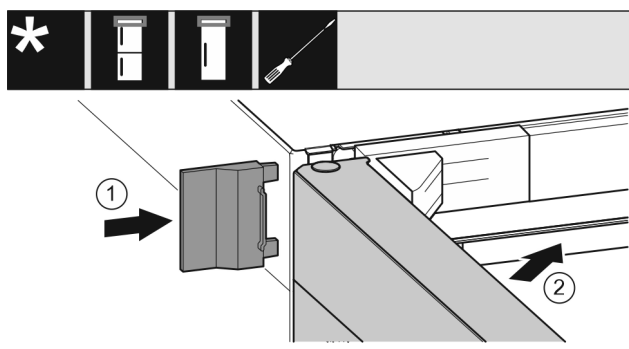

Fig. 23
- ▶ Navlecite zunanji pokrov Fig. 23 (1).
- ▶ Zaprite zgornja vrata Fig. 23 (2).